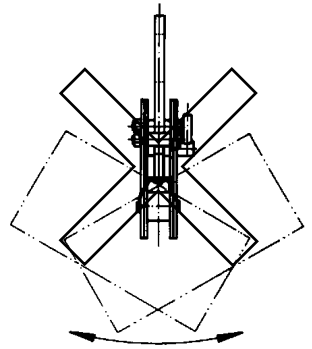

Fig. 2
- Asegurarse que la carga no se mueva, choque o roce con otros objetos (ver fig. 2).
- Bij het transporteren van lasten moeten slingerbewegingen en botsingen voorkomen worden (fig. 2).